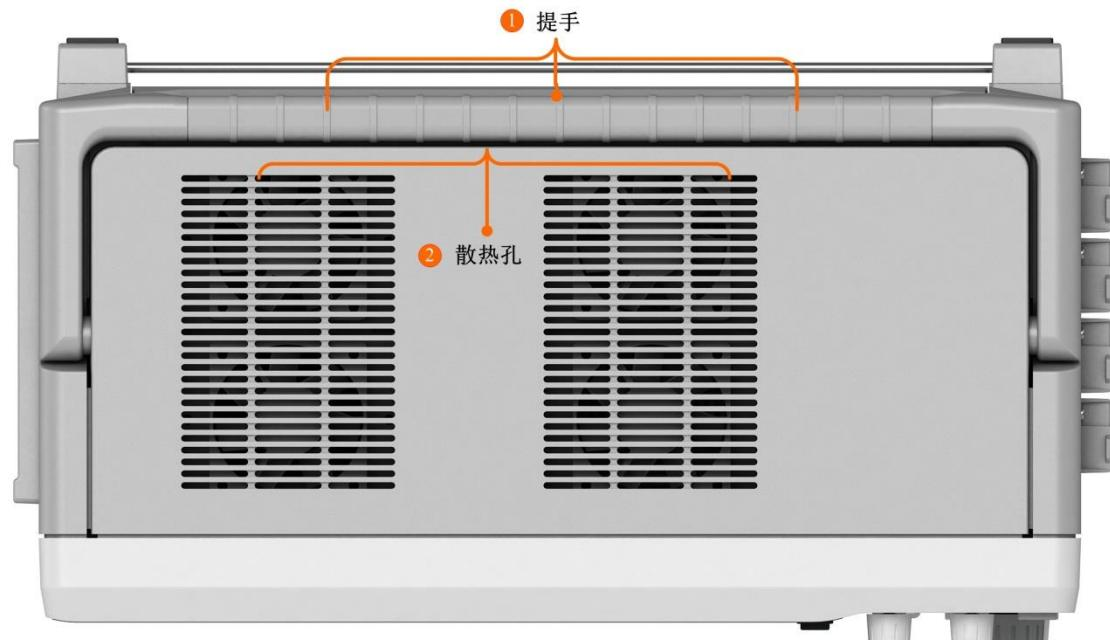

图 2.9 顶部
对图 2.9 中各部分功能依次序说明如下：
- ① 提手。用于移动示波记录仪设备。如图 2.9 的标注①处所示。
- ② 散热孔。用于示波记录仪的散热。如图 2.9 的标注②处所示。